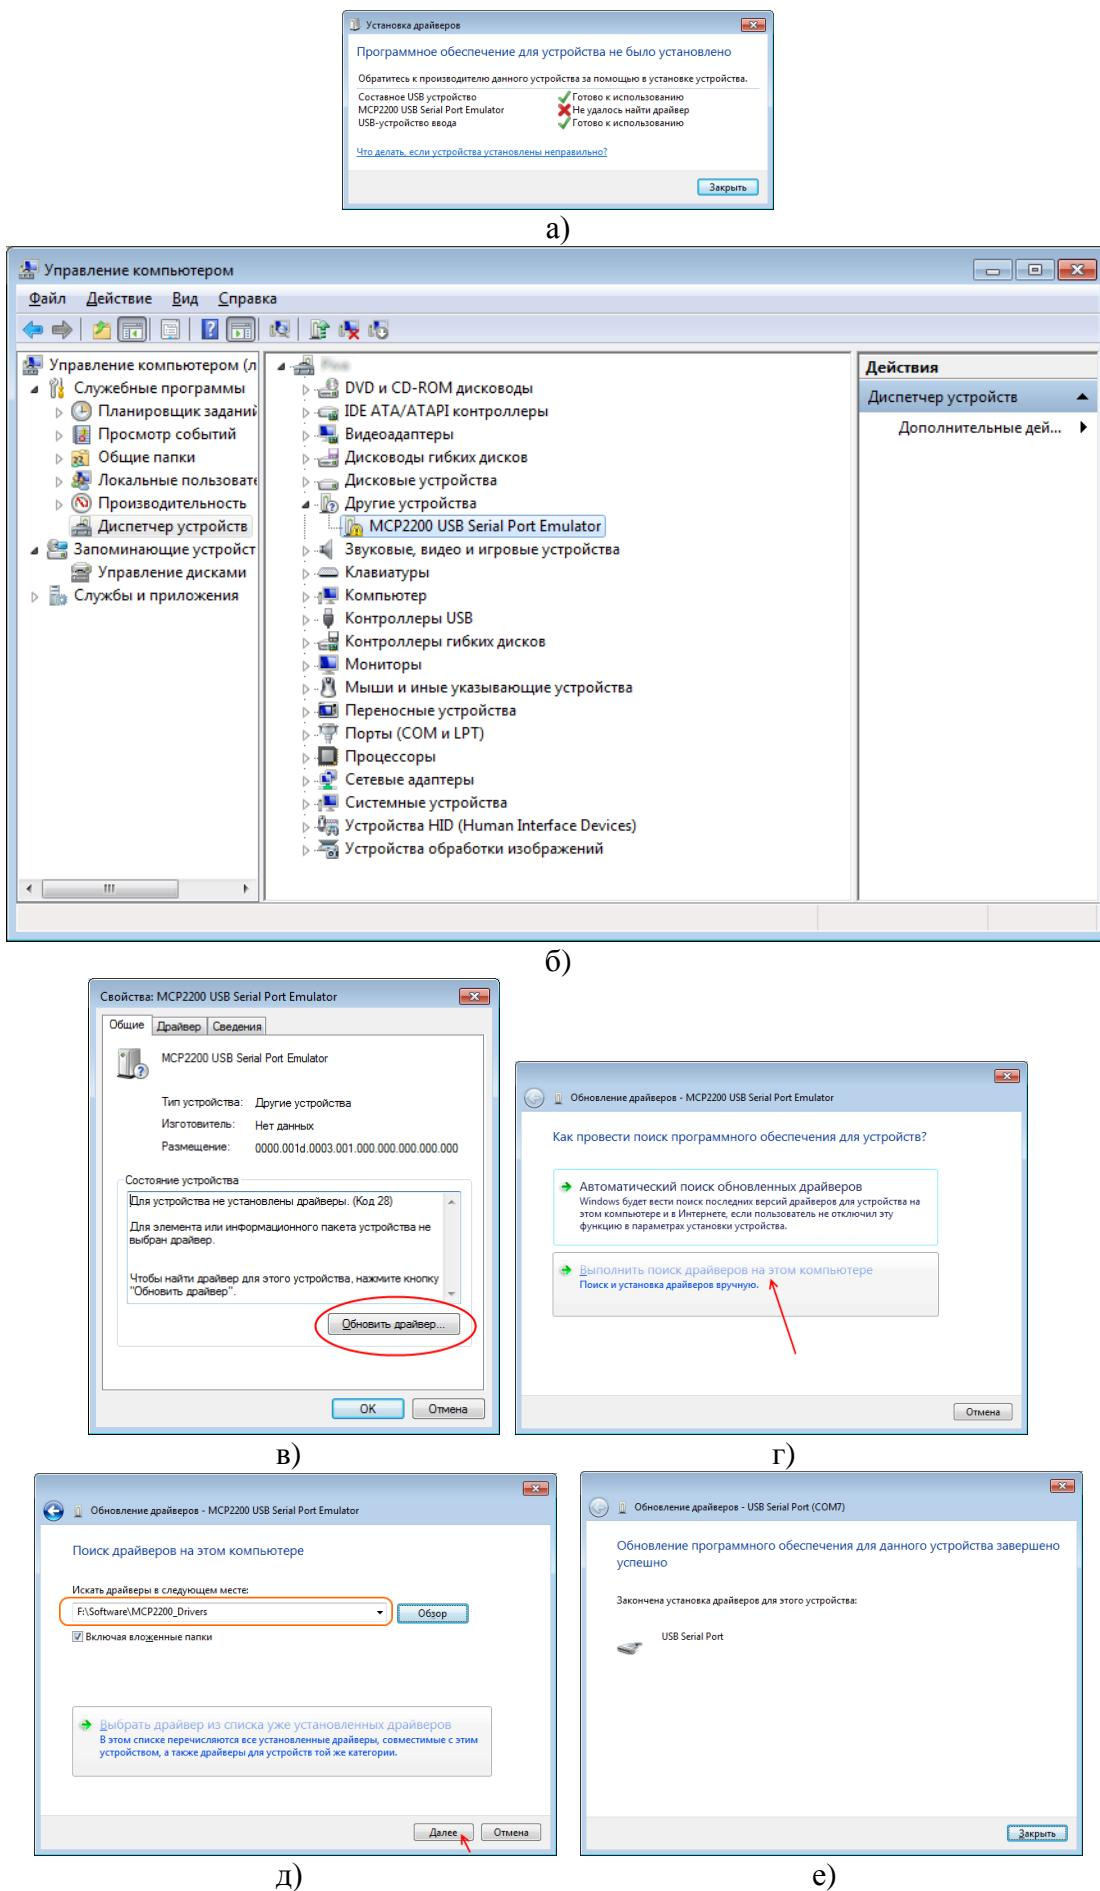

Рисунок 5.3 – Установка драйвера порта начального конфигурирования вручную
5.2.4.2 При первом подключения к ПК, операционной системой Windows будет предложено установить драйвер для нового оборудования (MCP2200 USB Serial Port Emulator) – см. рис. 5.3 а. В мастере обновления оборудования необходимо указать путь к файлу MCP2200.inf (может быть взят с поставляемого с изделием flash-диска (папка «Software\MCP2200\_Drivers»), либо загружен с сайта производителя по ссылке: <http://www.microchip.com/wwwproducts/Devices.aspx?dDocName=en546923>).
- в) в диспетчере устройств должен присутствовать пункт "Другие устройства", в котором должен быть пункт "MCP2200 USB Serial Port Emulator" (см. рис. 5.3 б);
- г) дважды щелкнуть на "MCP2200 USB Serial Port Emulator" и в появившемся окне нажать кнопку "Обновить драйвер" (см. рис. 5.3 в);
- е) в запущившемся мастере обновления оборудования выбрать пункт "Выполнить поиск драйверов на этом компьютере" (см. рис. 5.3 г);
- ж) нажать «Обзор» и указать путь к папке «\MCP2200\_Drivers\» (см. путь и ссылку выше), после чего нажать кнопку «Далее» – см. рис. 5.3 д;
- з) после окончания процесса установки драйверов, нажать «Закрыть» для закрытия мастера обновления оборудования (рис. 5.3 е);